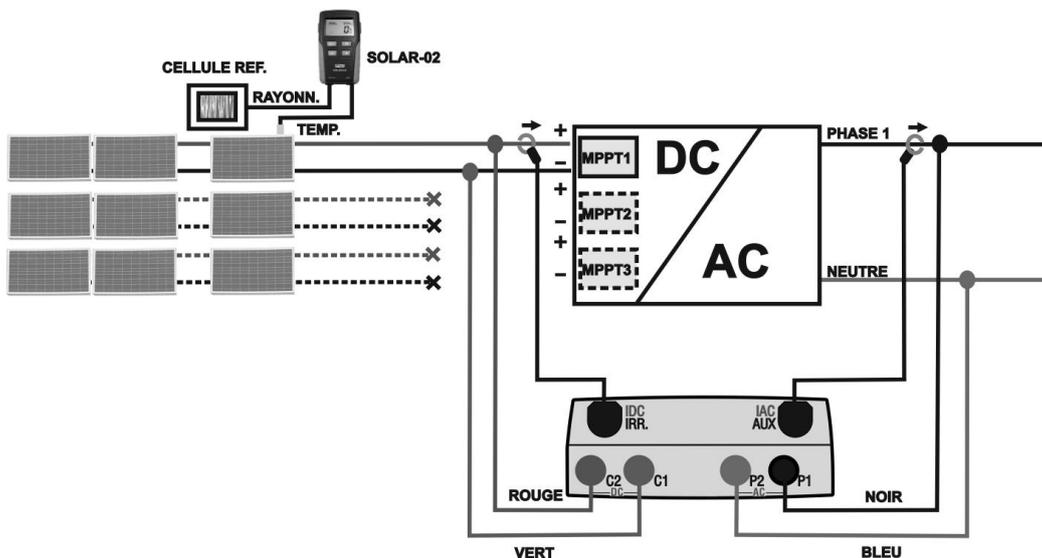

Fig. 4 : Connexion de l'instrument pour essai sur une installation PV Monophasée
5. En cas d'inverseurs équipés de plus d'un suiveur de puissance (MPPT) **ne laisser connectée que la chaîne correspondant au premier MPPT** comme il est montré à la Fig. 4. Il sera ensuite nécessaire de répéter les opérations ci-après indiquées en ne laissant connectée que la chaîne reliée au deuxième MPPT, au troisième, etc.
8. Connecter les entrées **C2** et **C1** respectivement aux pôles positif et négatif de sortie de la chaîne. Connecter les entrées **P1**, **P2** aux conducteurs de Phase et Neutre en respectant les couleurs indiquées à la Fig. 4.
10. Connecter la pince de courant CC au conducteur positif de sortie de la chaîne **en respectant la direction de la flèche** se trouvant sur la pince même comme il est indiqué à la Fig. 4. Placer la pince le plus loin possible de l'inverseur et éviter que le toroïde soit à proximité du conducteur négatif.
11. Connecter la pince CA au conducteur de Phase L1 **en respectant la direction de la flèche** se trouvant sur la pince même comme il est indiqué à la Fig. 4. Placer la pince le plus loin possible de l'inverseur et éviter que le toroïde soit à proximité du conducteur neutre. Connecter la sortie de la pince à l'entrée **ICA** de l'instrument.